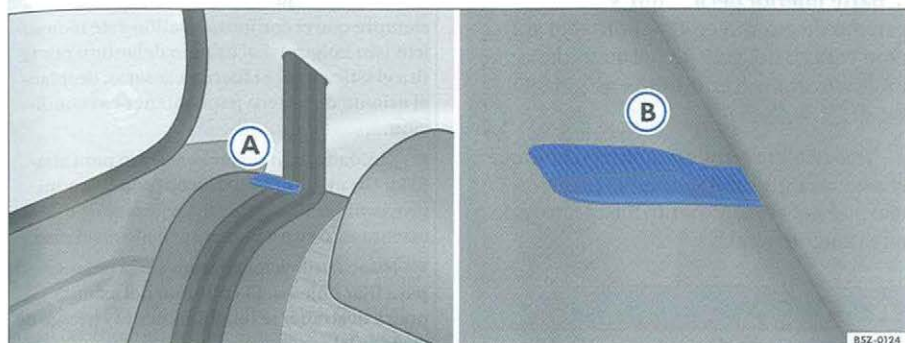

Fig. 80 Posicionador del cinturón de seguridad para abatir el asiento/tirador de desbloqueo del respaldo
- Encastre las cintas de los cinturones de seguridad en sus respectivos posicionadores ⇒ fig. 80 (A).
- Tire del tirador rojo ⇒ fig. 80 (B) para destrabar la fijación del respaldo del asiento ⇒ (A) y, al mismo tiempo, tire del respaldo sobre el asiento, hasta trabarlo. ►